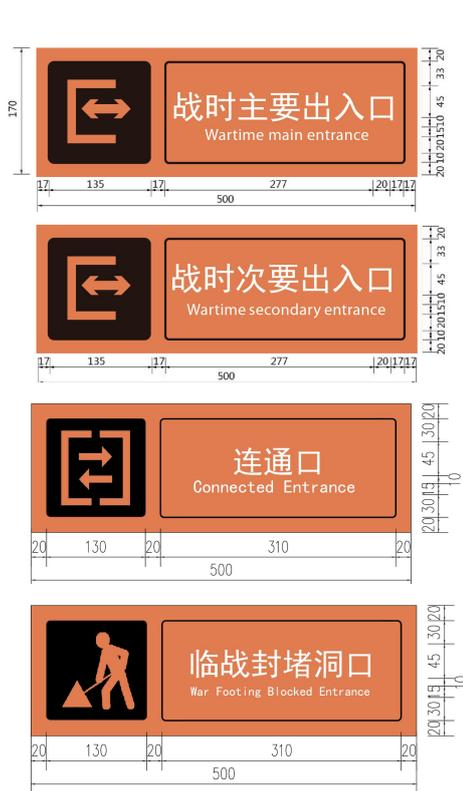

图 3-11 标识牌样式及尺寸示例
3.12 口部标识牌。口部标识牌主要有战时主、次要出入口标识牌和连通口标识牌、临战封堵洞口标识牌，用于提示人防工程平时可用的各出入口在战时可通行出入的状态。标识牌样式、尺寸示例见图 3-11。